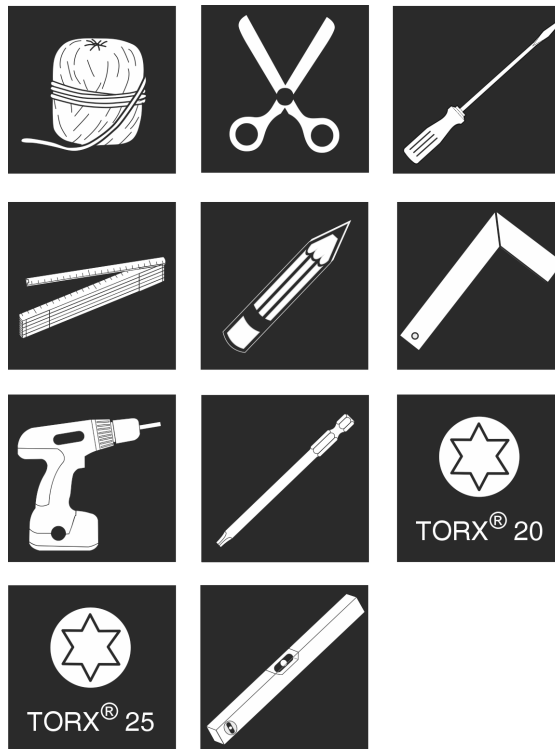

Fig. 9
1. Predisposizione gli utensili. Fig. 9 ()